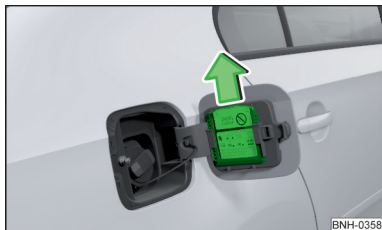

Abb. 133
- Den Eiskratzer in Pfeilrichtung herauschieben » Abb. 133.